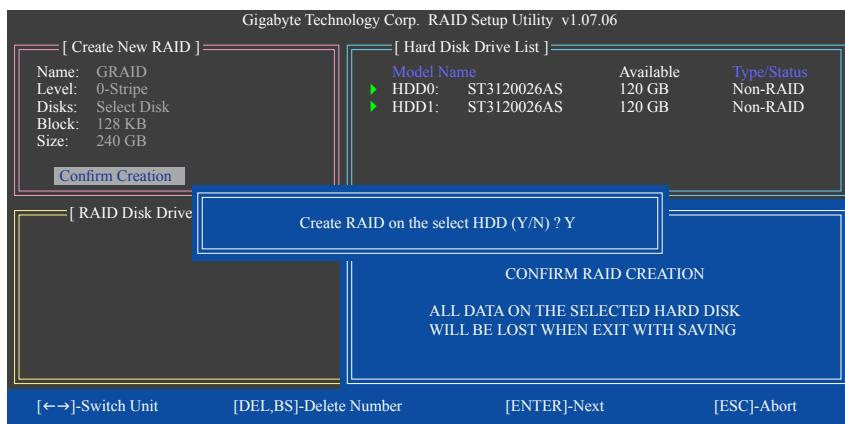

図 7
6. **Confirm Creation:** 上の項目をすべて構成すると、選択/バーは Confirm Creation 項目に自動的にジャンプします。<Enter> を押します。選択を確認するように求めるメッセージが表示されたら(図 7)、<Y> を押して確認するか <N> を押して中断します。